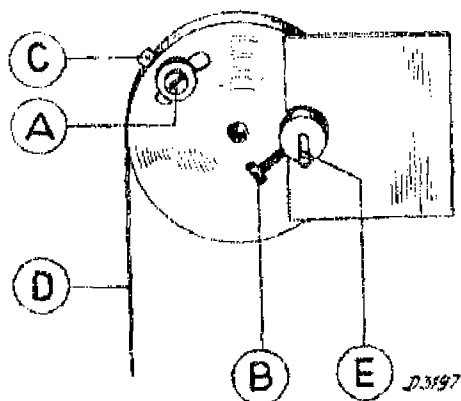

Fig. 4
4. Schroefje A (fig. 4) losdraaien en de wijzer-trommel verdraaien tot de wijzer nauwkeurig op 510 m. staat. Het nokje C moet hierbij worden vastgehouden, zoodat de aandrijsnaar D gespannen blijft. De afstemming mag niet verlopen. Daarna schroefje A weer vastdraaien.